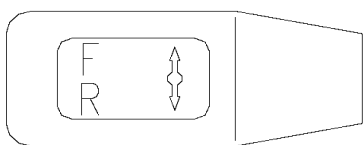
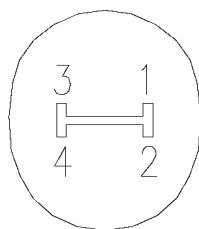
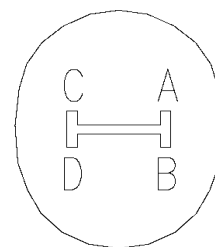

Рис. 2-24. Рычаг реверса А
Рис. 2-25. Главный рычаг переключения передач В
Рис. 2-26. Рычаг переключения диапазонов С
• Переключение диапазонов и передач на тракторе выполняется с помощью рычага реверса (рис. 2-24), рычага переключения передач (рис. 2-25) и рычага переключения диапазонов (рис. 2-26), которые обеспечивают в общей сложности 16 + 16 передач. Рычаг реверса А используется для переключения между передачами переднего и заднего хода; рычаг переключения передач В предназначен для переключения между 4 передачами (1, 2, 3 и 4); рычаг переключения диапазонов С позволяет переключаться между 4 диапазонами (А — диапазон низких скоростей, В — диапазон средних скоростей, С — диапазон средних-высоких скоростей, D — диапазон высоких скоростей).